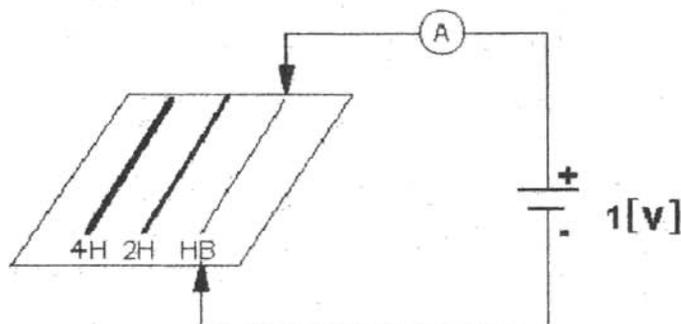

Figura 2.18
- m) Arme el diagrama de la figura 2.18.